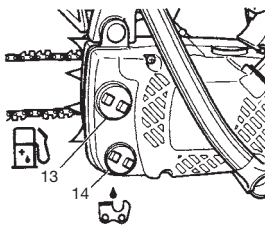

Fig. 8
### ⚠ ATENCIÓN! (Fig. 8)
## Aceite para la cadena (Fig. 8)
Al cargar el combustible (13) o el aceite para la cadena (14) en el tanque, deberá colocarse la unidad con la tapa hacia arriba. (Fig. 8)